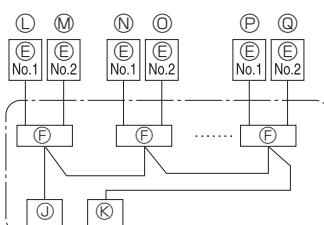

Fig. 6-2
6.1. Unidade exterior (Fig. 6-1, Fig. 6-2)
(1) Remova o painel de manutenção.
(2) Ligue os cabos consultando a Fig. 6-1 e a Fig. 6-2.